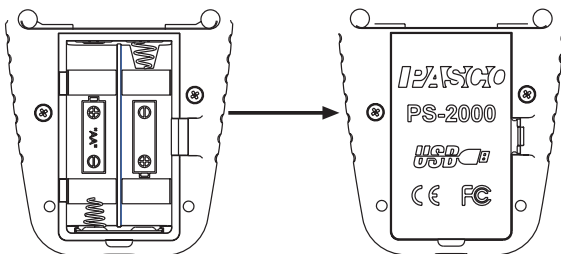

Bild 1
2. Drücken Sie die Zunge an der rechten Seite der Abdeckung nach links und heben die Abdeckung vom übrigen Gehäuse ab. [**Hinweis:** Legen Sie die Batterien in der richtigen Ausrichtung in das Batteriefach ein (siehe Bild 1)].